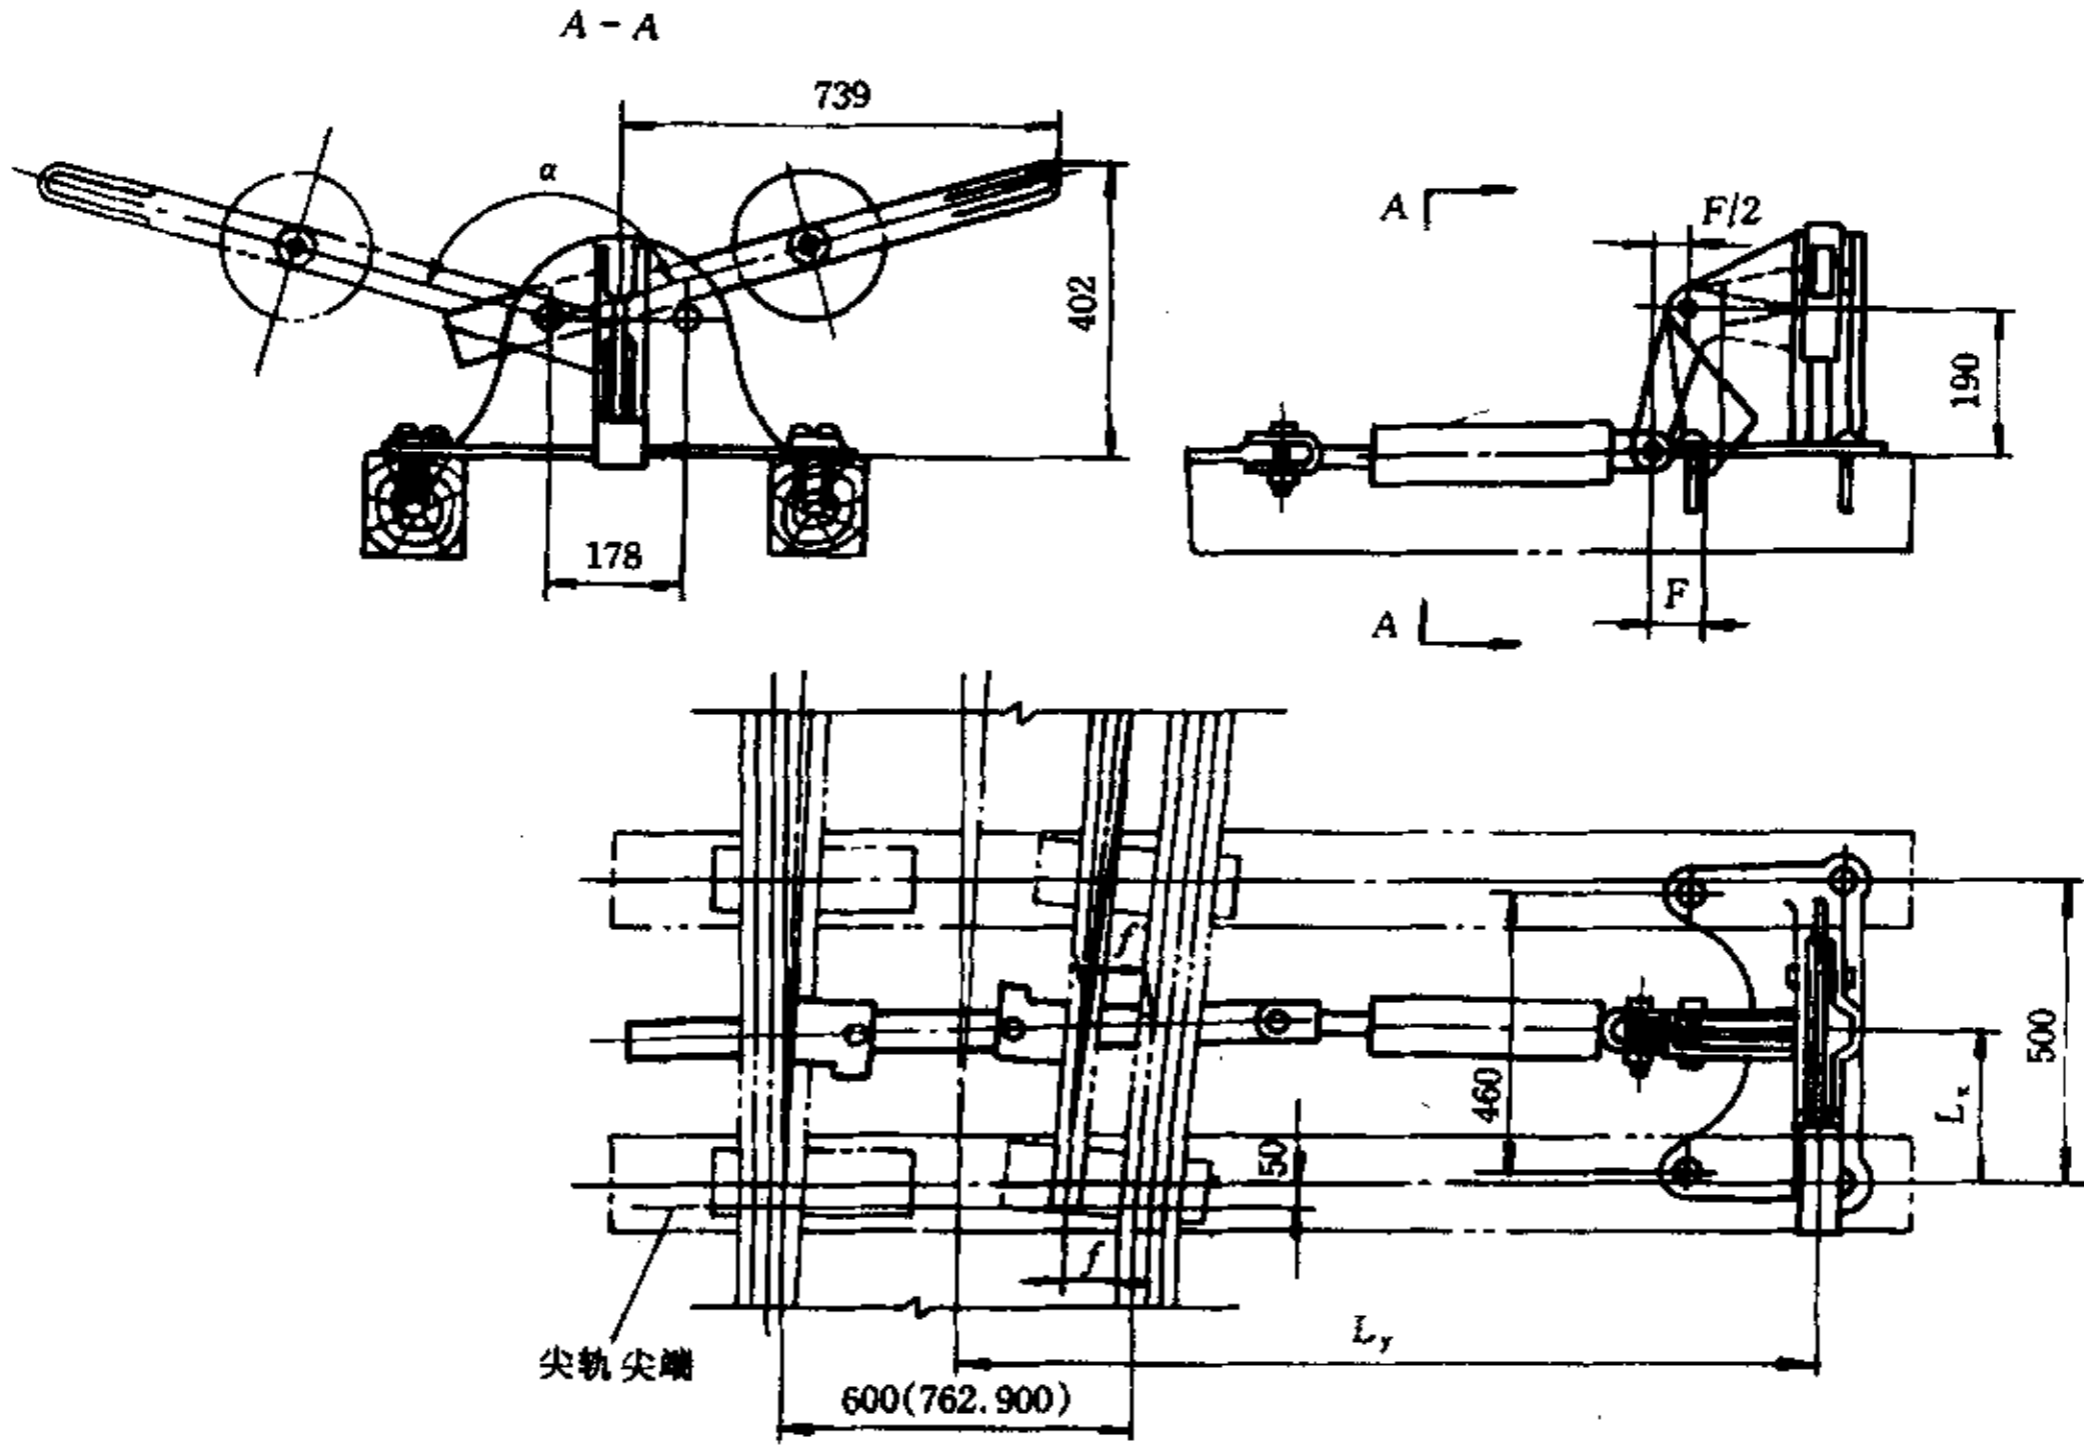

图 6 立式弹簧扳道器 BLT 130/245
- b) 立式弹簧扳道器 BLT 130/245 见图 6。